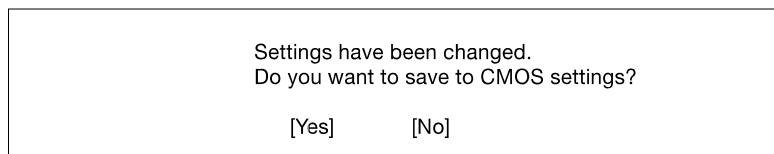

图 3-15 Exit Setup 屏幕
- 按 **Esc** 键返回 **System Security** 菜单，然后再按 **Esc** 键退出 Setup。如图 3-15 所示，出现 **Exit Setup** 屏幕。